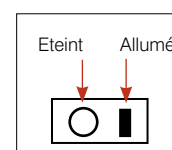

Figure B-1 :
3. Localisez l'interrupteur marche/arrêt sur le côté gauche de l'analyseur et placez-le en position **allumé** (Figure B-1). L'analyseur VetStat commence à générer les affichages sur l'écran. Tapez sur "OK".